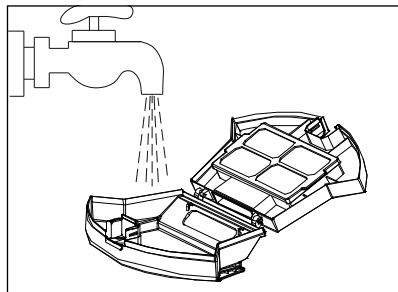

Fig. 12
- 6) Limpe o reservatório de pó **14** e o filtro de rede com água fria ou morna (ver fig. 12). Deixe o reservatório de pó **14** e o filtro de rede secar totalmente ao ar antes de voltar a colocar o reservatório de pó **14** no aparelho.